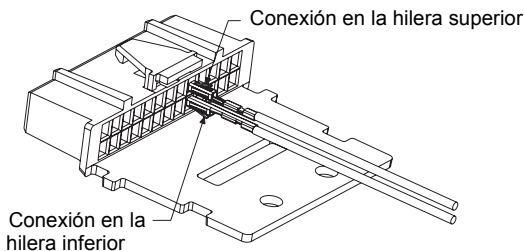

Figura 3. Orientación del terminal
El interruptor de pie para emergencias incluye un cable. Uno de los extremos del cable cuenta con dos hilos expuestos. El otro extremo tiene dos cables; uno con una lengüeta y el otro con un terminal de contacto. Consulte la *Figura 3* y realice las conexiones como se indica a continuación:
- Inserte el cable con el terminal de contacto en el pin número 23 del conector accesorio, como se indica en la *Figura 3*.